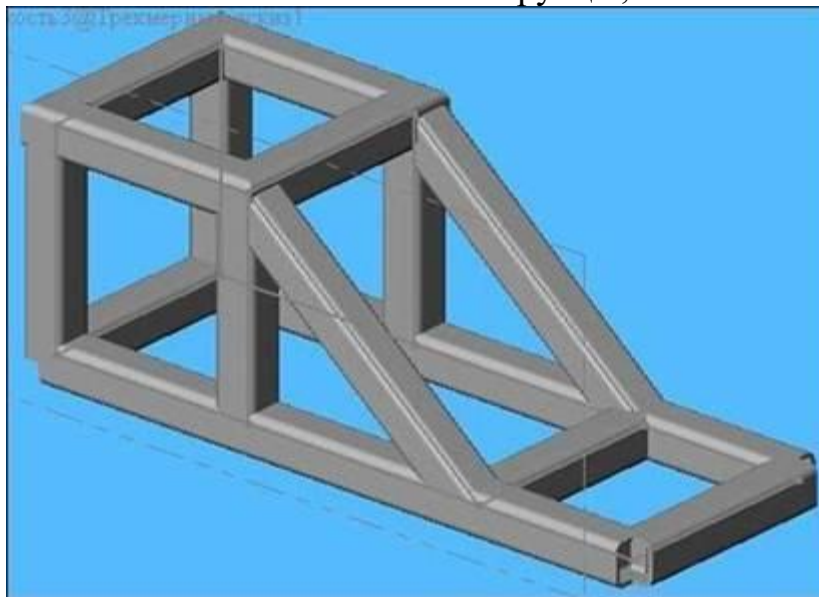

Рисунок 7.7 – Конструкція деталі
5. Виберіть «Вставка» Зварювані деталі» Конструкція» і вкажіть горизонтальні лінії. Повинна вийти така конструкція, як показано на рис. 7.7.